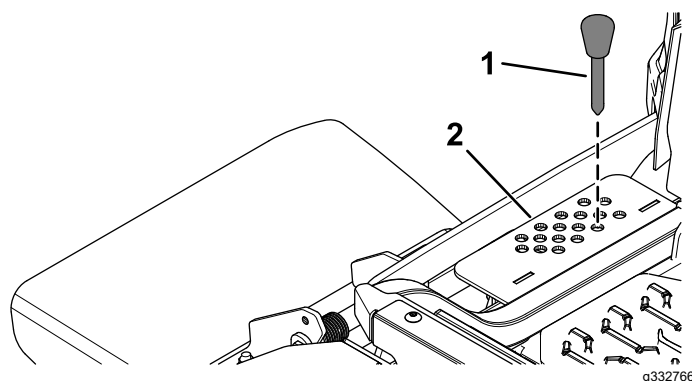

Figura 31
2. Nella staffa dell'altezza di taglio scegliete un foro corrispondente all'altezza richiesta, ed inserite la spina (Figura 31).